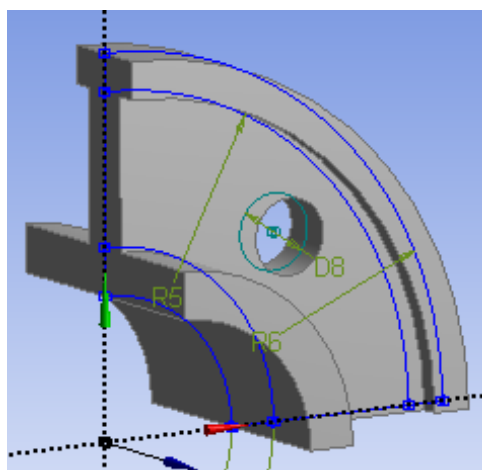

Рис. 11. Чверть-модель диску з отвором
3.9. Для побудови отвору на полотні диску створюємо новий ескіз, шляхом видавлювання видаляємо зайвий матеріал та одержуємо модель, яка представлена на рис. 11.